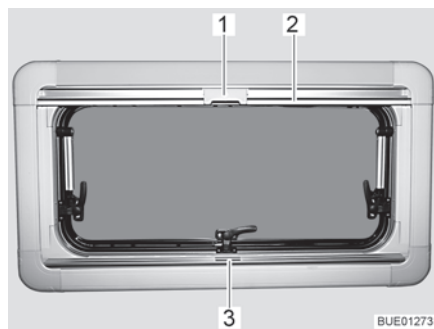

Fig. 74 Fenêtre projetante
- Saisir le dispositif occultant plissé par le centre de la barre-poignée (Fig. 74,3), le tirer du bas vers le haut et le relâcher à la hauteur voulue. Le dispositif occultant plissé reste alors à cette hauteur.
- Tirer la moustiquaire par la barre-poignée (Fig. 74,2) vers le bas jusqu'à ce qu'elle entre en contact avec celle du dispositif occultant plissé (Fig. 74,3).
- Verrouiller le cran (Fig. 74,1) de la moustiquaire avec la barre-poignée du dispositif occultant plissé.
- Presser le cran (Fig. 74,1) en haut de la moustiquaire vers l'arrière.
- Ramener lentement la moustiquaire en arrière au moyen de la barre-poi-gnée (Fig. 74,2).